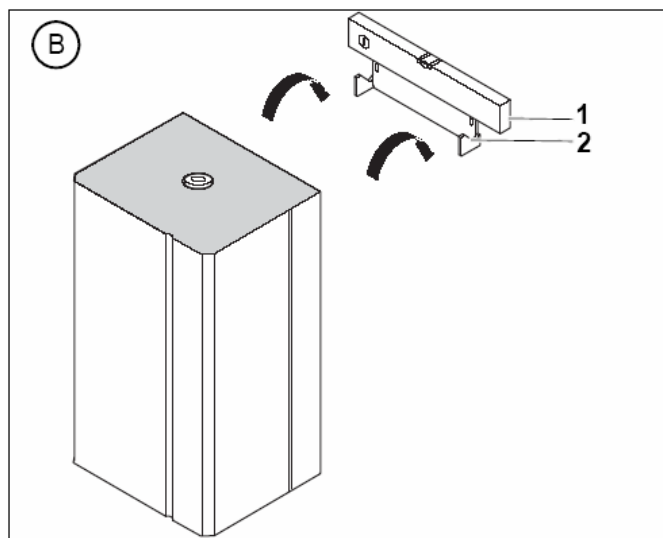

Рис. 7 Подвеска накопителя горячего водоснабжения (присоединение снизу)
- Разметить отверстия под дюбели при настенном монтаже (рис. 7).
- Резервуар накопителя в соответствии с присоединением снизу подвесить двумя проемами на крючки кронштейна подвески (рис. 7).